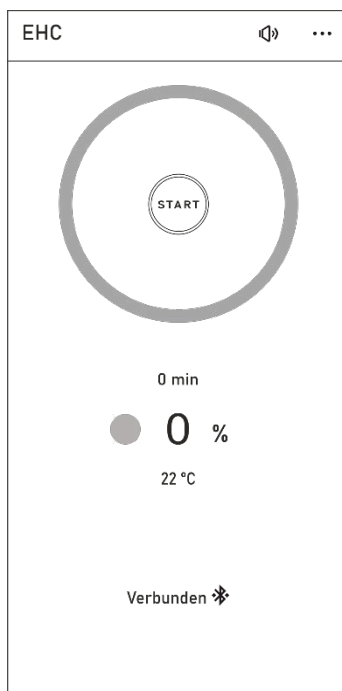

Abb. 9 – Status STAND-BY Modus
- Wenn die Temperatur unter einem sicheren Wert sinkt, schließt die EHC-Steuerung den Luftregler und geht in STAND-BY Modus (LED leuchtet nicht, Farbe GRAU in der APP) – Abb. 9.
Hinweis: Wenn sich der Ofen noch nicht im STAND-BY Modus befindet (siehe Abb. 9) und genügend glühende Holzreste vorhanden sind, kann noch Holz nachgelegt werden, siehe **FAQ** auf Seite 8, Nr. 2. Wir empfehlen jedoch, kleinere Holzscheite zu verwenden.